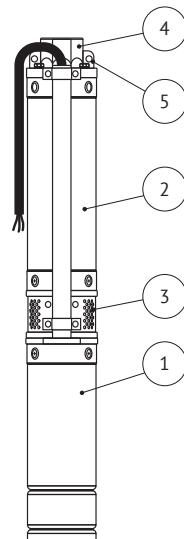

Рисунок 1 -
Насос (см. рисунок 1) состоит из электродвигателя переменного тока (поз. 1) и многоступенчатой проточной части (поз. 2) центробежного типа.
- Присоедините напорный трубопровод к выходному отверстию насоса (см. рисунок 1, поз. 4).
- Насос опускается в скважину только с помощью стального или нейлонового троса, закрепленного в проушинах насоса (см. рисунок 1, поз. 5).